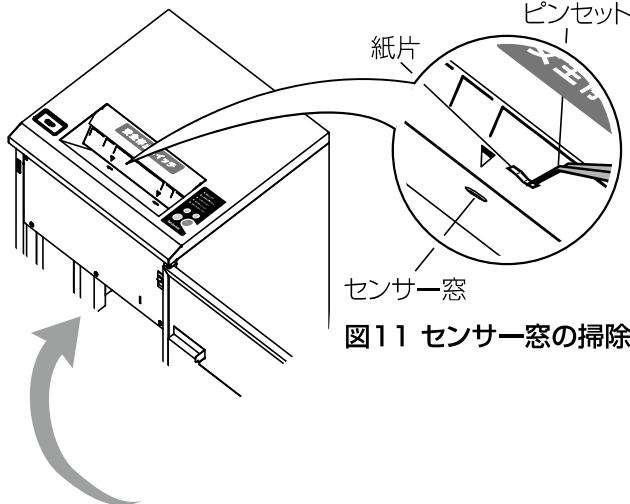

図11 センサー窓の掃除
●細断が終了しても刃物が止まらない <ul style="list-style-type: none">・投入口④に細断紙片が残っていませんか? 投入口④のセンサー窓に残っている細断紙片を、ピンセット等を使って取り除いてください。 /P15 図11